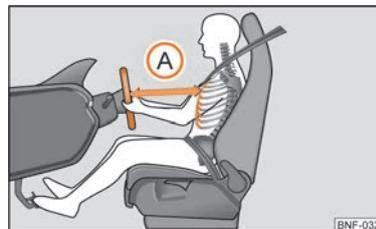

Fig. 71 Distanza corretta del conducente dal volante
- Regolare il volante in modo tale che la distanza tra il volante e lo sterno sia di almeno 25 cm ⇒ fig. 71 A.
- Il conducente deve mantenere una distanza dal volante di almeno 25 cm ⇒ fig. 71 A. Se non si rispetta questa distanza minima, il sistema airbag non può proteggere - pericolo di morte!